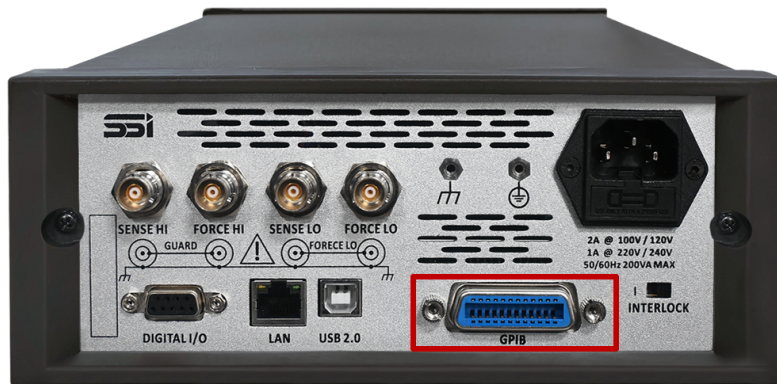

图 64. GPIB 连接线位置
- (1) 将电缆连接器与 OE8101 后面板上的连接端口对齐，连接端口的位置如图 64 所示。
- (2) 连接连接器，紧拧螺钉但不要过度拧紧。
- (3) 确保电缆的另一端与控制器正确连接。